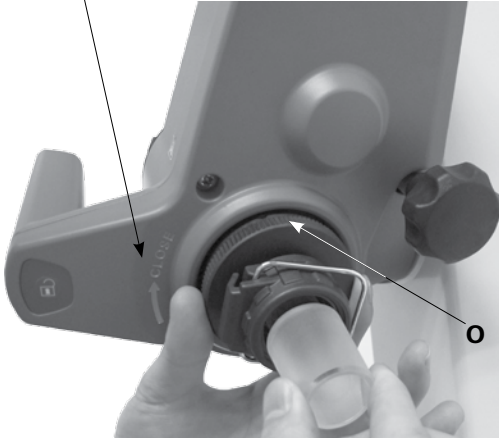

Fig. 14a
- 드라이브 헤드의 잠금 장치 (O)를 시계 반대 방향으로 60°를 돌려서 열어 줍니다. (Fig.14a)